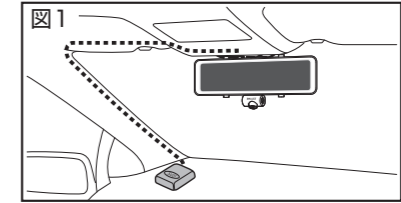

図1 GPS ユニットの取り付け例
1. 固定バンドを取付固定具の上側に引っ掛けます。(図1)
- ① 時刻・日付をGPS時刻と同期
- ② 映像録画時に速度・位置情報を記録することができます。
2. GPSユニットからフィルムを剥がして、取り付け位置に押し付けます。(図1)